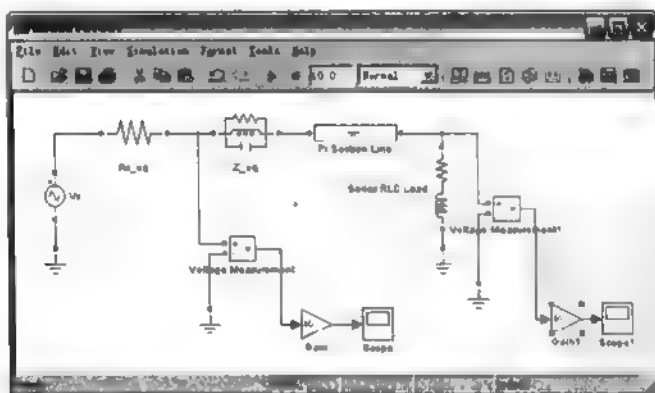

图 14.15 最后设置完成的模型图
(13) 从 Simulink 的 Sinks 模块库中复制 Scope 模块到 model14to01.mdl 模型中。若 Scope 被直接连接到电压输出端口进行测量，显示的将是伏特表示的电压。然而电工更习惯规范化的表达方式，即电压被表示成一个基准电压与此基准电压上下波动电压之和。
(14) 从 Simulink 的 Math Operations 模块库复制一个 Gain 模块到 model14to01.mdl 模型中，并设置增益为 $\frac{1}{424.4 \times 10^3 \times \sqrt{2}}$ 。
(15) 从 Measurements 模块库中复制两个 Voltage Measurement 模块到 model14to01.mdl 模型中。
(16) 连接模型，得到最后完整的模型如图 14.15 所示。